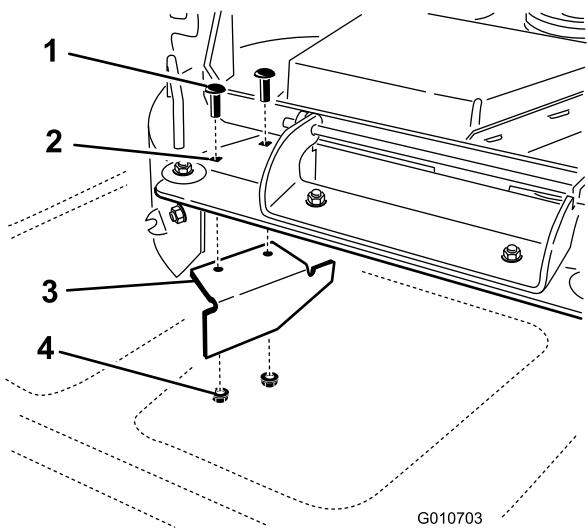

Figura 34
13. Localice el tabique en la bolsa de piezas sueltas. Retire las fijaciones de los taladros traseros de la placa de descarga. Instale el deflector en el orificio de descarga lateral de la plataforma de corte (Figura 34).